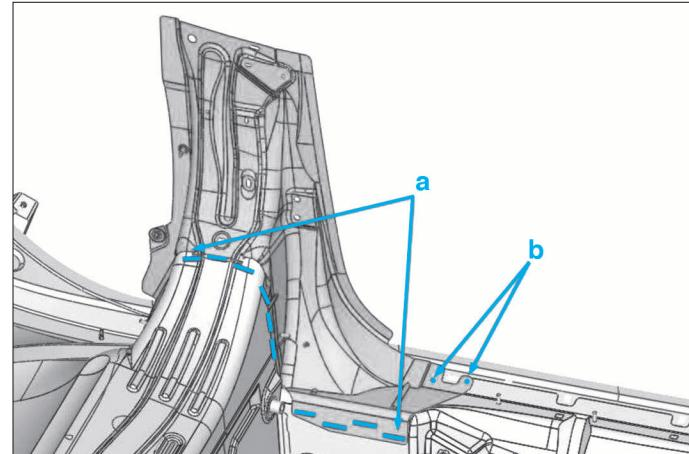

FIG. 82
- Découper les 10 cordons de soudure de suivant la ligne (a) (Fig.82).
- Effectuer les 10 cordons de soudure (a) de 30 mm (cupro brasage) (**Fig.82**).